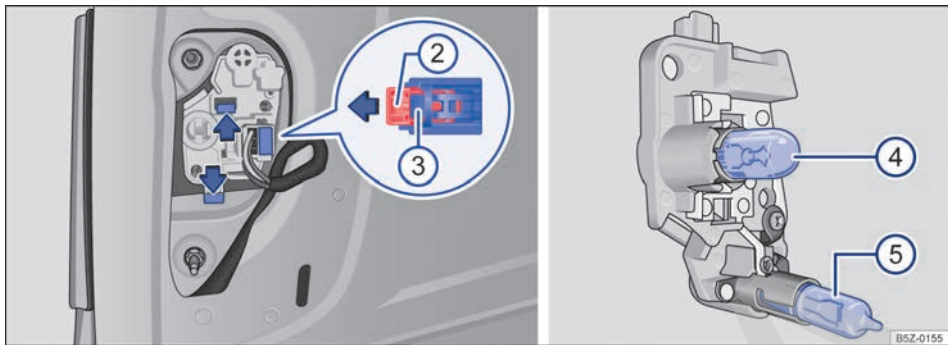

Fig. 147 En la tapa trasera: soporte de las lámparas y lámparas de la linterna izquierda - para vehículos con linterna de neblina.
Luz derecha → fig. 146 y/o luz izquierda - válido para vehículos sin linterna de neblina	Luz izquierda → fig. 147 - válido para vehículos con linterna de neblina
4. Girar el portalámparas → fig. 146 (1), en sentido antihorario , y desencajarlo del alojamiento.	Retire el conector de alimentación, primero tire de la traba roja → fig. 147 (2) en el sentido de la flecha y desmonte el conector (3) de la luz.
5. -	Para desbloquear el soporte de las lámparas, presionar cada lengüeta de bloqueo → fig. 147 en el sentido de las flechas.
7. Para quitar las lámparas incandescentes quemadas (1) y (4), tire con cuidado la lámpara del soporte para desmontarla.
8. Para remover la lámpara incandescente quemada (5), presionar la lámpara contra el soporte y gírela en el sentido antihorario para desmontarla.
10. Para insertar las lámparas nuevas (1) y (4), encaje la lámpara nueva en el alojamiento correspondiente y empuje la lámpara.
11. Para insertar la lámpara nueva (5), coloque la lámpara nueva en el alojamiento correspondiente, presione la lámpara y gírela en sentido horario hasta el tope.
13. Posicionar el portalámparas en el alojamiento.	Instalar el soporte de las lámparas en la linterna trasera. Las lengüetas de bloqueo → fig. 147 deben encajar de forma audible.
14. Presionar el portalámparas hasta el tope y girarlo en sentido horario .	Coloque el conector de alimentación (3) en el alojamiento correspondiente de la linterna trasera y presione la traba (2) hacia el conector.
15. Vuelva a colocar la cubierta (A). La cubierta debe encajar y estar firme.